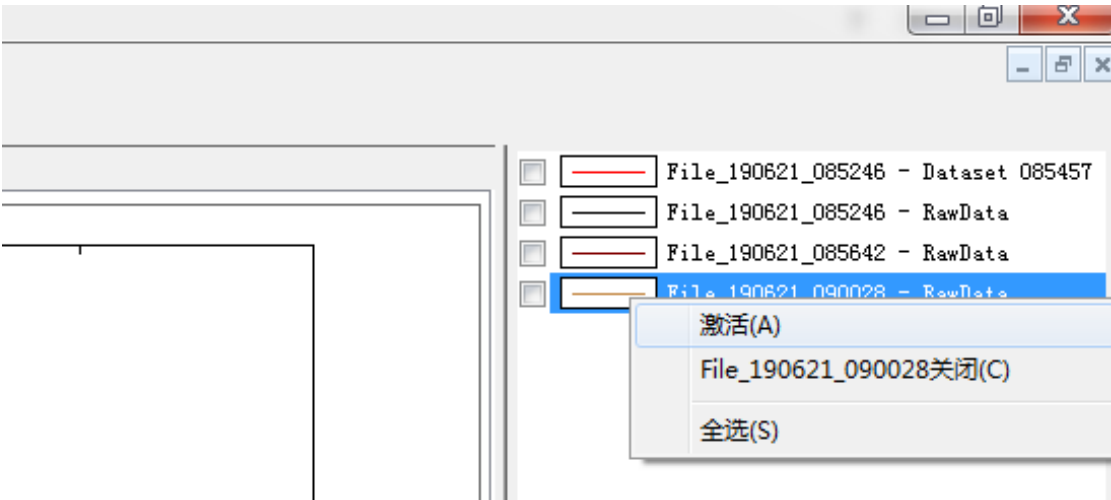
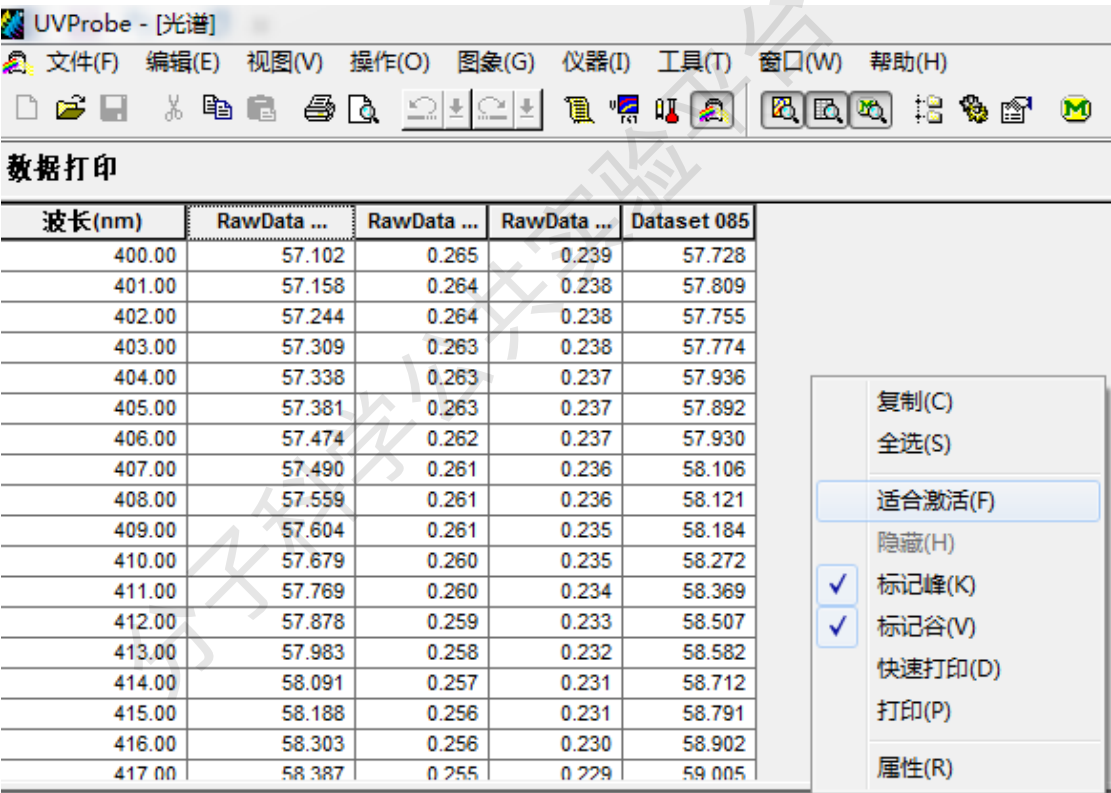

图 6-7 图谱激活界面
图 6-8 数据激活界面
- (5) 样品测试：待基线校正完成后，将样品位置的空白试剂换成待测样品，点击【开始】弹出储存对话框，在【文件】设置文件名，【数据储元】输入 Data1，单击【确定】，仪器开始扫描。在图像面板中显示该样品的光谱图，【激活】、【重叠】、【堆叠】是光谱显示的三种方法，其中【激活】显示当前光谱曲线，【重叠】将所有光谱放在同一窗口显示，【堆叠】是所有光谱在多个窗口并列显示。点击工具栏中的  【峰值检测】进行多个峰值的标定，点击工具栏的  【选点检测】可以读取任意波长的峰值。
- (6) 光谱文件数据保存：至此，数据已采集并命名储在内存中，没有存储到磁盘上。选择【文件】-【另存为】，在对话框顶部的位置选择路径，输入文件名，在保存类型中选择【光谱文件 (*.spc)】，点击【保存】，即保存完整的信息。
- (7) TXT 格式保存：如图 6-7，选中右侧图谱名称，右键，选择【激活】，【操作】菜单下选择【数据打印】，在【数据打印】窗口点击右键，如图 6-8，选择【适合激活】，检查数据是否显示完整，然后另存为【数据打印表 (*.txt)】，用于 origin 软件分析光谱信息。